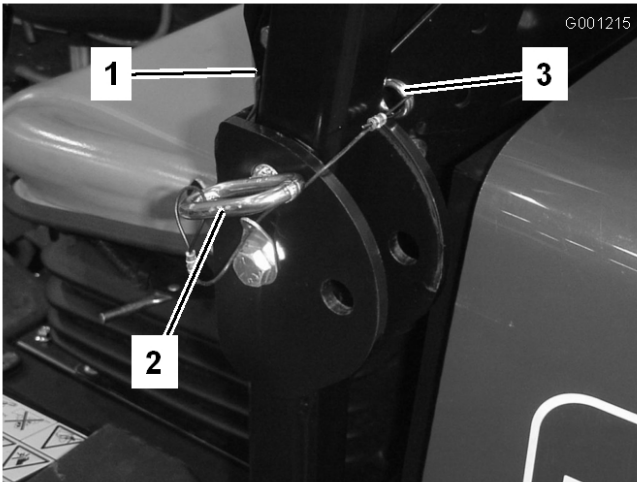

Bild 29
1. Nehmen Sie zum Absenken des Überrollbügels die Splints ab und entfernen Sie die beiden Stifte (Bild 29).
3. Setzen Sie die zwei Stifte ein und befestigen Sie diese mit den zwei Splints (Bild 29).
4. Nehmen Sie zum Aufrichten des Überrollbügels die Splints ab und entfernen Sie die beiden Stifte (Bild 29).
5. Richten Sie den Überrollbügel ganz auf und setzen Sie die beiden Stifte ein. Befestigen Sie die Stifte mit den Splints (Bild 29).